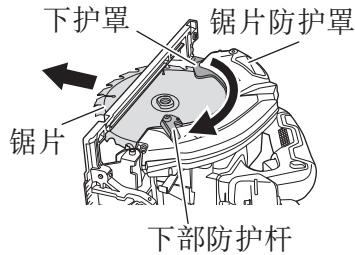

图14
(2) 握住下部防护杆以使下部防护罩完全缩回到锯盖内，拆下锯片（图14）。
下护罩（参见图14）可保护作业人员的身体不接触到锯片。请务必确保防护罩能顺滑地覆盖住锯片。如果下护罩无法顺畅移动，请在维修后使用。此种情况下，请联系您购买电圆锯的店铺或HiKOKI授权服务中心进行维修。